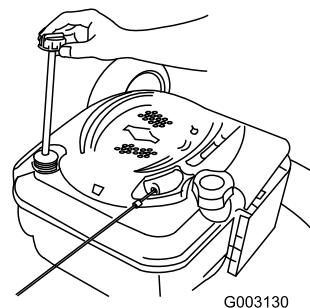

Bild 36
2. Ziehen Sie den Peilstab heraus (Bild 36).